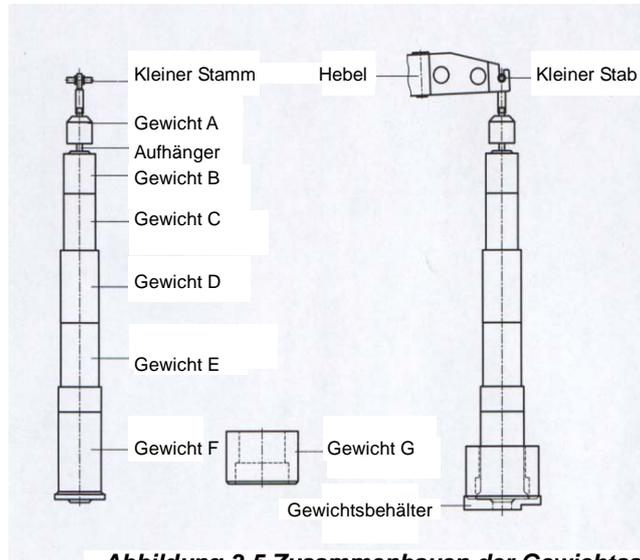

Abbildung 3-5 Zusammenbau der Gewichtsstapel
8. Wie die Gewichte richtig angeordnet werden, zeigt Abbildung 3-5.
- Heben Sie vorsichtig den Gewichtsstapel aus der Maschine und bauen Sie ihn wie in Abbildung 3-5 dargestellt ist, zusammen.
Nut am Ende des Hebels. In diesem Moment sollte das Gewicht der Bodenfläche auf dem Gewichtbehälter aufliegen. Siehe Abbildung 3-5.